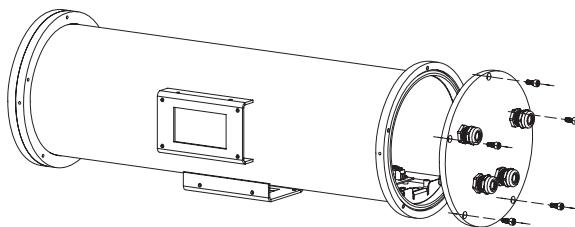
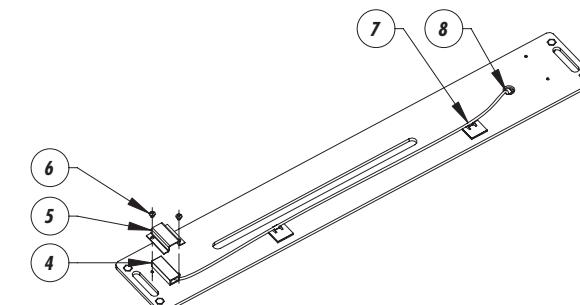
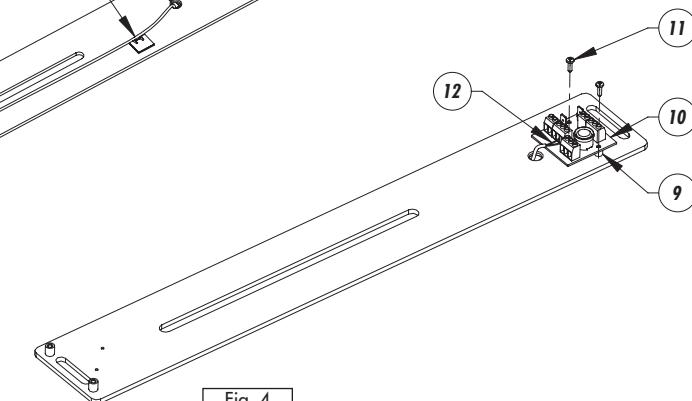

Fig. 1
Fig. 3
Fig. 4
- Aprire la custodia svitando le 5 viti del fondo posteriore (Fig. 1).
- Sfilare la slitta interna utilizzando gli appositi pioli (3).
- Nella parte anteriore e inferiore della slitta interna della custodia (Fig. 3) montare in sequenza: la resistenza PTC (4), il supporto di fissaggio (5) e le viti di fissaggio (6).
- Posizionare i cavi della resistenza sotto la slitta interna della custodia (7).
- Montare (Fig. 4) il circuito d'appoggio (10) nella parte posteriore superiore della slitta interna punti con i relativi distanziali (9) e viti di fissaggio (11).
- Far passare i cavi della resistenza (Fig. 3) attraverso il foro della slitta interna (8).
- Open the housing by unscrewing the 5 screws on the rear cover plate (Fig. 1).
- Slip the inner slide off using the provided pins (3).
- Underneath the front of the inner slide of the housing (Fig. 3) assemble in sequence: the PTC resistance (4), the fastening support (5) and the fastening screws (6).
- Position the resistance cables under the inner slide of the housing (7).
- Fix (Fig. 4) the support circuit (10) to the rear upper part of the inner slide using the related spacers (9) and the fastening screws (11).
- Pass the resistance cables (Fig. 3) through the provided inner slide hole (8).
- Ouvrir le caisson en desserrant les 5 vis du panneau postérieur (Fig. 1).
- Enlever la glissière en utilisant les crochets prevus (3).
- Sur la partie antérieure et inférieure de la glissière interne du caisson (Fig. 3) monter en séquence: la résistance PTC (4), le support de fixation (5) et les vis de fixation (6).
- Positionner les câbles de la résistance sous la glissière interne du caisson (7).
- Monter (Fig. 4) le circuit de soutien (10) sur la glissière interne avec les entretoises correspondantes (9) et les vis de fixation (11).
- Faire passer les câbles de la résistance (Fig. 3) à travers le trou de la glissière interne (8).
- Das Gehäuse durch Abnehmen der 5 Schrauben auf der hinteren Abdeckplatte öffnen (Fig. 1).
- Den Innen Schlitten durch den bestimmten Pflocke (3) herausziehen.
- Im vorderen und unteren Teil des internen Gehäuseschlittens (Fig. 3) folgende Teile nacheinander anbringen: den PTC- Heizwiderstand (4), die Befestigungshalterung (5) und die Befestigungsschrauben (6).
- Die Kabel des Heizwiderstandes unter dem internen Gehäuseschlitten positionieren (7).
- Die Trägerschaltung mit den zugehörigen Abstandsstücken (Fig. 4, Punkt 10) und Befestigungsschrauben (Punkt 12) auf den oberen Hinterseite des internen Gehäuseschlittens (Punkt 11) befestigen.
- Die Kabel des Heizwiderstandes (Fig. 3) werden durch das Innenschlittenloches leiten (8).